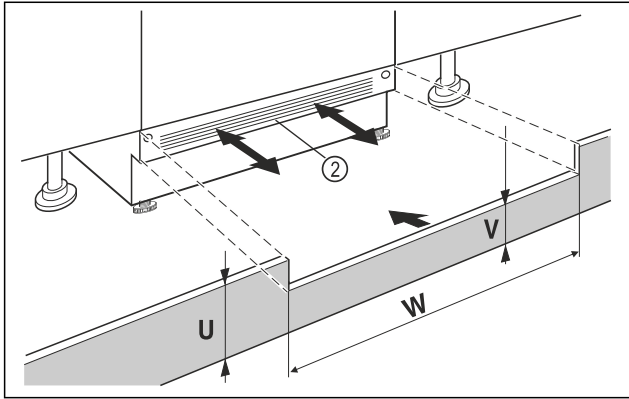

Fig. 71 Esimerkkikuva
- ▶ Aseta laitesokkelireunus Fig. 71 (2) paikoilleen, mutta älä kiinnitä sitä vielä.
- ▶ Jos sokkelireunus on näkyvässä Fig. 71 (2), vedä se niin pitkälle eteenpäin, että tuuletusristikon ja kalustesokkelireunuksen etureuna muodostavat tason.
- ▶ Jos sokkelireunus on piilotettu Fig. 71 (2), työnnä se täysin taakse.
- ▶ Varmista, että tuuletusraot ovat täysin vapaina: Leikkaa tarvittaessa pois kalustesokkelireunuksen Fig. 71 (U) korkeudesta!
- ▶ Sovita syvennyksen leveydeltä Fig. 71 (W) reunakorkeus Fig. 71 (V) laitesokkelireunuksen alla Fig. 71 (2).